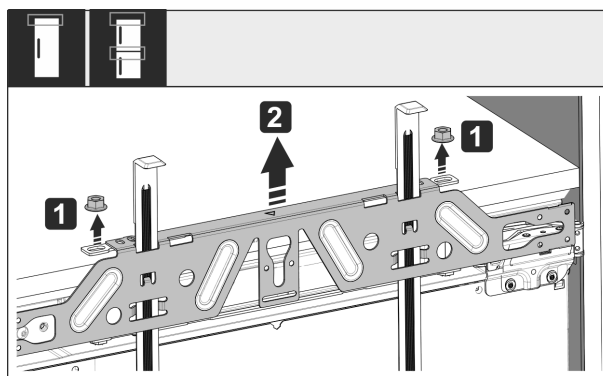

Fig. 58
- ▶ Ослабте контррайки Fig. 58 (1).
- ▶ Зніміть кріпильну поперечку Fig. 58 (2).